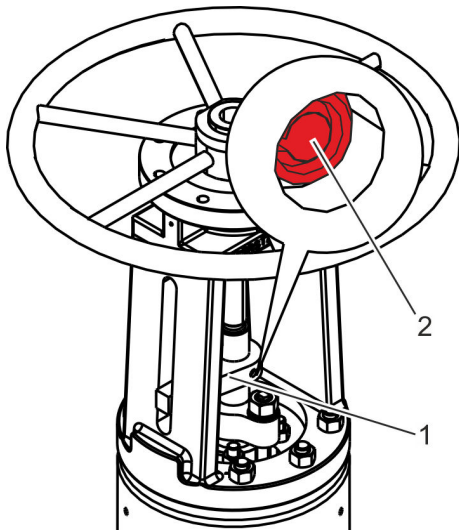

Abb. 23: Verdrehsicherung lösen
1. ▶ Falls Verdrehsicherung (Abb. 23/1) vorhanden: Spannstift (Abb. 23/2) aus der Verdrehsicherung heraustreiben.